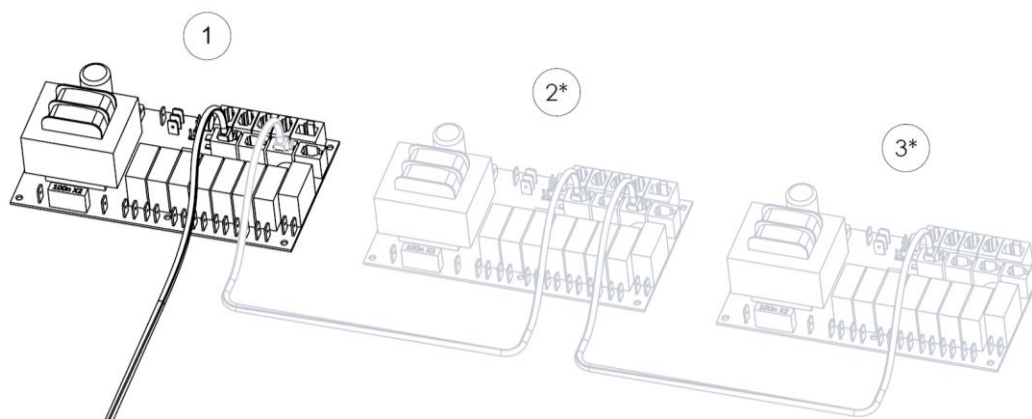

Fig. 18
Pour l'interconnexion des générateurs, il convient d'utiliser un câble basse tension (4 fils) avec un connecteur RJ10, (Fig. 18.) Voir la partie « Description du contact modulaire » (Fig. 18) pour de plus amples informations concernant la configuration des broches.
Si un générateur de vapeur doit subir une maintenance, les autres peuvent continuer à fonctionner. Un générateur désigné comme secondaire peut être déconnecté en supprimant le fil entre les cartes électroniques. (Fig. 18)
2. Débranchez le câble qui relie les cartes électroniques (Fig. 18)